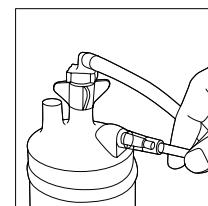

Figura 2
6. Conecte el tubo de la cánula a la salida de la botella del humidificador (consulte la figura 2).